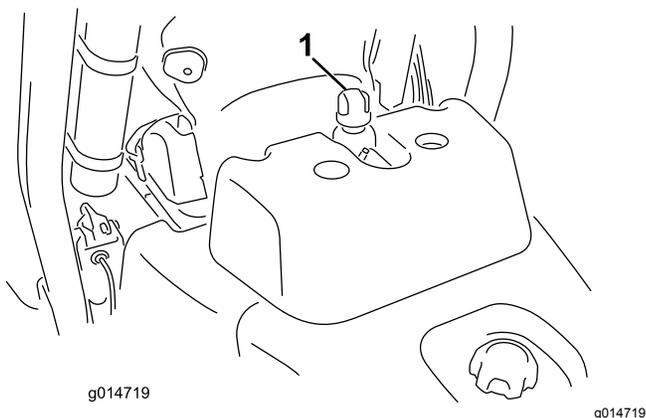

Рисунок 32
2. Снимите крышку с бака (Рисунок 32).